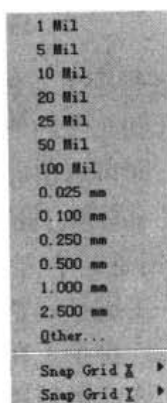
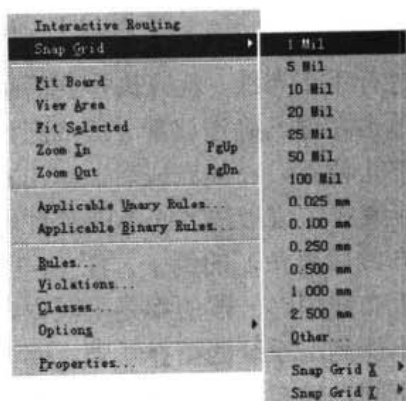
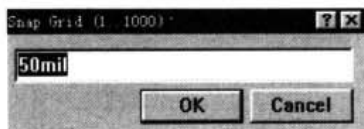

图 14-5 栅格设置菜单
图 14-6 定位栅格菜单
图 14-7 Snap Grid (设置栅格) 对话框
- (1) 运行 Protel 99 SE，打开 PCB 文件。
- (2) 将鼠标移动到 PCB 图中，按下 G 键，弹出如图 14-5 所示的菜单，或者在 PCB 图中单击右键，弹出如图 14-6 所示菜单，进行栅格设置。
- (3) 如果菜单所提供的栅格间距不能满足设计要求, 可以在图 14-5 或图 14-6 中选择 Other 命令, 弹出如图 14-7 所示的 Snap Grid (设置栅格) 对话框, 在对话框中输入自动定位的栅格最小间距。